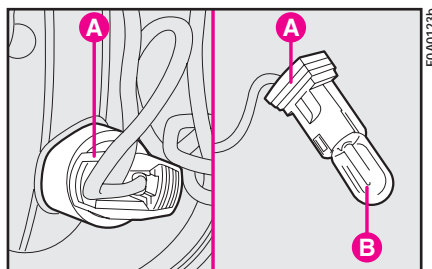

рис. 21
2) Нажав на защелки **А**, извлеките патрон из корпуса **В**, а затем извлеките из патрона лампу **С** (вставлена в патрон) (рис. 21).